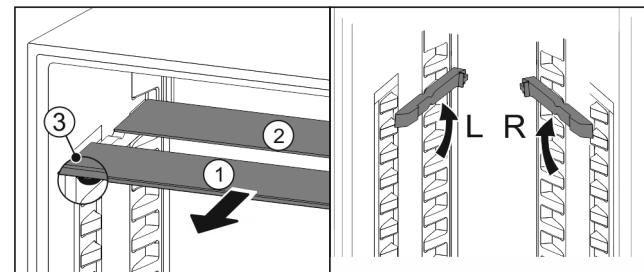

Fig. 84
- По одной извлеките Fig. 84 (1) стеклянные панели движением вперед.
- Стеклянная панель Fig. 84 (1) с декоративной планкой лежит спереди.
- Стопоры Fig. 84 (3) показывают вниз.